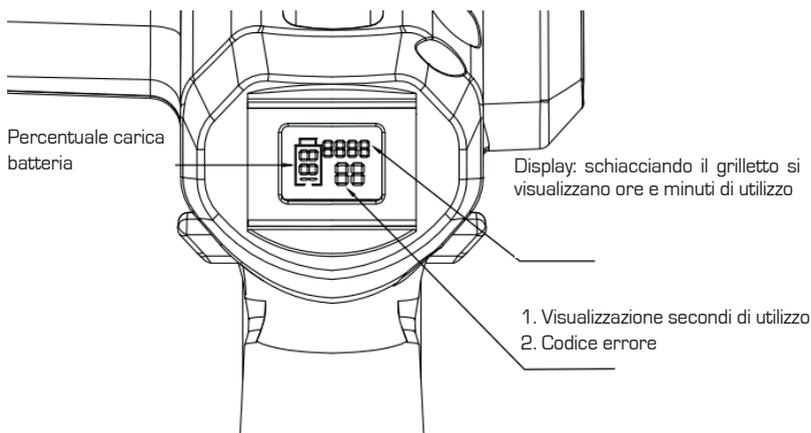

Figura 6
- Con l'avvio dell'utensile il display si accende riportando le indicazioni illustrate nella (Figura 6)